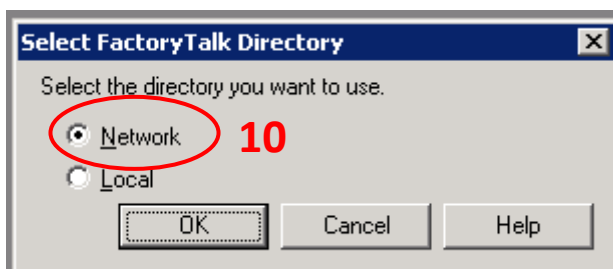

Imagen 43
10. - Nos pedirá el directorio que queremos usar. Seleccionar **Network (Imagen 43)**: